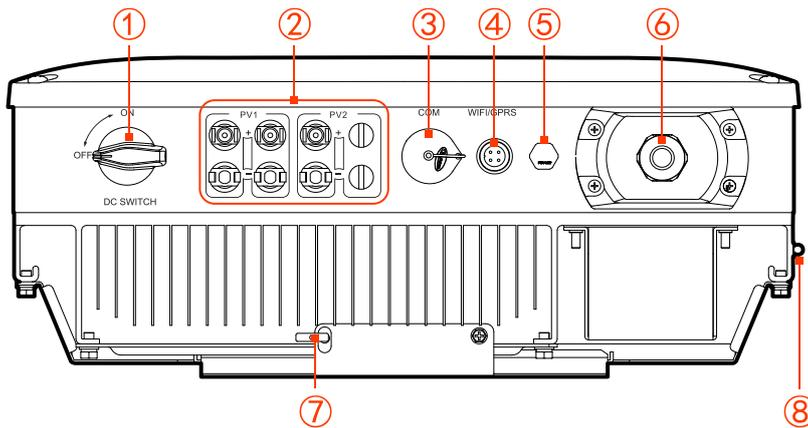

Figura 2-5 Visão da parte inferior
Os terminais externos estão todos localizados na parte inferior do inversor, incluindo entrada PV, saída CA, porta de comunicação e interruptor CC, etc., conforme mostrado na Figura 2-5.
O interruptor CC (conforme mostrado na Figura 2-5 ①) é o interruptor de conexão do inversor e da matriz PV.